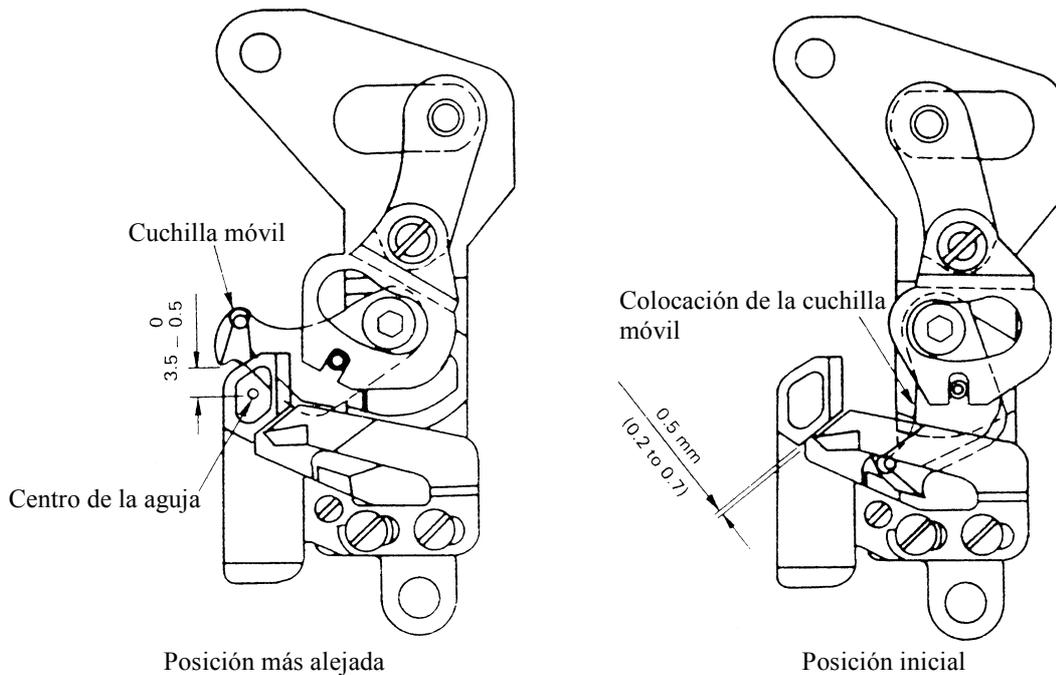
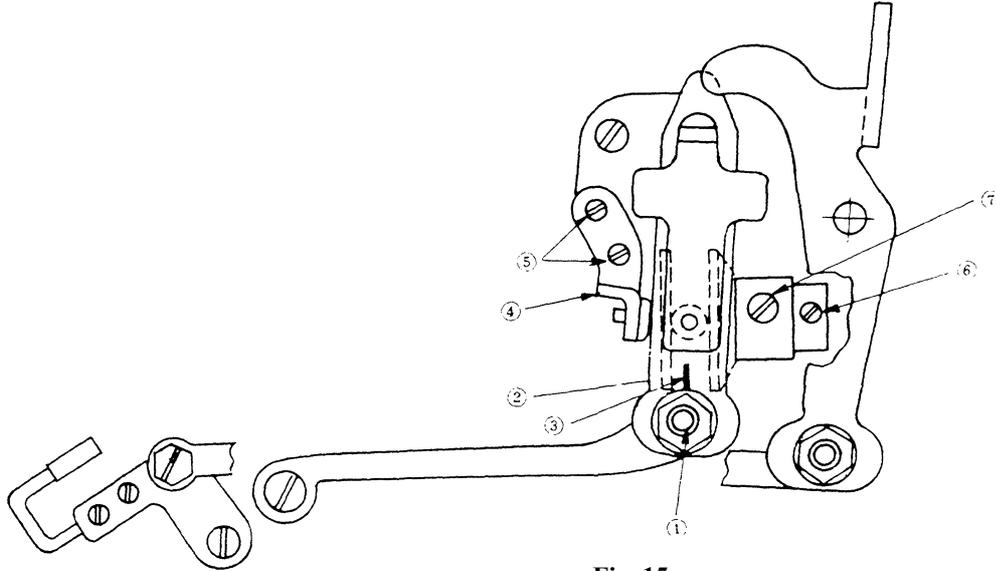

Fig. 14
Fig. 15
La posición de la cuchilla móvil se ajusta cambiando la posición lateral del pasador de articulación 1 (Fig. 15) cuando la máquina esté apagada.
- ① Afloje la tuerca del pasador de articulación 1 (Fig. 15).
- ② Mueva el pasador de articulación hacia la derecha o izquierda para que la ranura en forma de V (Fig. 14) coincida con la periferia de la cuchilla móvil, refiriéndose a la posición inicial que se mostró en la Fig. 14
- ③ Vuelva a apretar la tuerca del pasador de articulación cuando la cuchilla esté en la posición adecuada. Cuando el pasador de articulación se mueva hacia la derecha, la distancia de la cuchilla móvil aumentará, y cuando se mueva hacia la izquierda, disminuirá.
- 1) Afloje la tuerca del pasador de articulación 1 (Fig. 15).
- 2) Ajuste de manera que el centro del pasador de articulación quede alineado con la ranura V ③ (Fig. 15) del eje de la cuchilla ② (Fig. 15). Por último, fije el pasador de articulación apretando ① la tuerca.
- 3) Afloje dos tornillos ⑤ (Fig. 15) del tope del eje de la cuchilla ④ (Fig. 15).
- 4) Mueva el pasador de articulación ② (Fig. 15) para que la periferia de la cuchilla móvil entre en la ranura V de la base de soporte. (Fig. 14) por último, fije el tope del eje de la cuchilla 4 (Fig. 15) apretando los dos tornillos ⑤ (Fig. 15).
- 5) Afloje los dos tornillos de la leva del cortador de hilos ⑦ (Fig. 15)
- 7) Gire manualmente la leva hasta que el tornillo No. 2 ⑦ (Fig. 15) quede frente a usted. Después presione hacia la derecha la desmotadora tira hilos.
- 10) Para la instalación previa, apriete el tornillo No. 2 ⑦ (Fig. 15) de la leva.